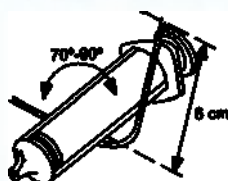

Рисунок 2. Изгибание стилета
2. Выберите стилет в соответствии с назначением и желаемой жесткостью. При необходимости аккуратно согните выбранный прямой стилет при помощи стерильного инструмента с гладкой поверхностью (например, цилиндра шприца объемом 10 или 12 куб. см.) (Рисунок 2 Изгибание стилета на странице 17).